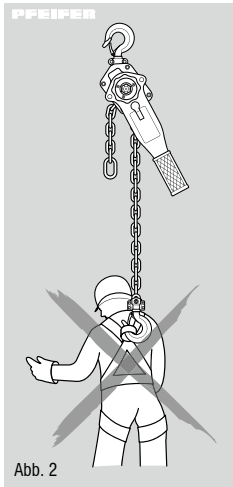

Abb. 2
- Die Benutzung des Hebezeuges zum Transport von Personen ist verboten (Abb. 2).